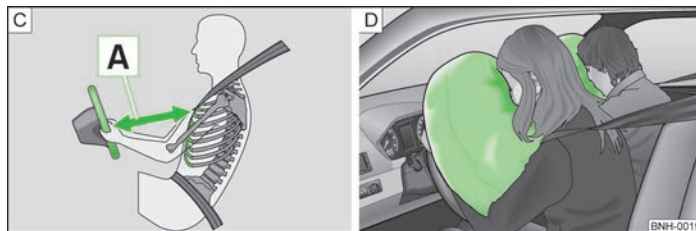

Bild 84 Säkert avstånd från ratten/gasfyllda airbagar
Om airbagarna utlöses, fylls airbagarna med drivgas och vecklar ut sig framför förare och passagerare » bild 84 - D. När man dyker in i den fullt uppblåsta airbagen dämpas förarens resp. passagerarens rörelse framåt och skaderisken för huvud och överkropp minskar.
- Det är viktigt för förare och passagerare att hålla ett avstånd på minst 25 cm till ratten resp instrumentpanelen A » bild 84. Om detta minsta avstånd inte hålls kan airbagsystemet inte skydda - livsfara! Dessutom måste framsätena alltid vara riktigt inställda efter kroppsstorleken.